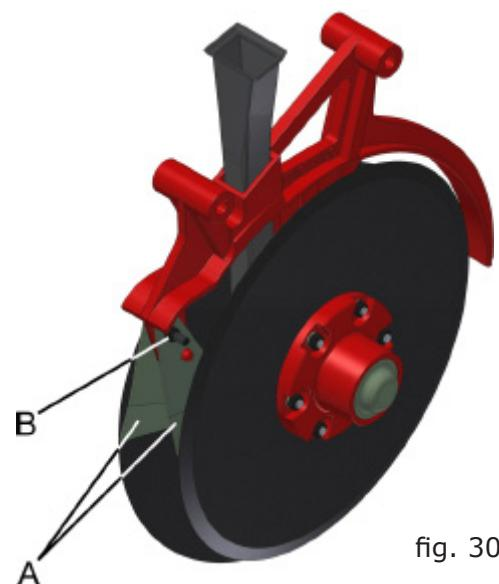

fig. 30
Realize periodicamente a regulagem dos limpadores (A) (fig. 30) dos discos duplos defasados. Para fazer o ajuste dos limpadores, aperte o parafuso e porca (B). Ajuste de tal forma que mantenha a eficiência de limpeza. Não aperte em demasia para não ocasionar desgaste excessivo nos limpadores (A).